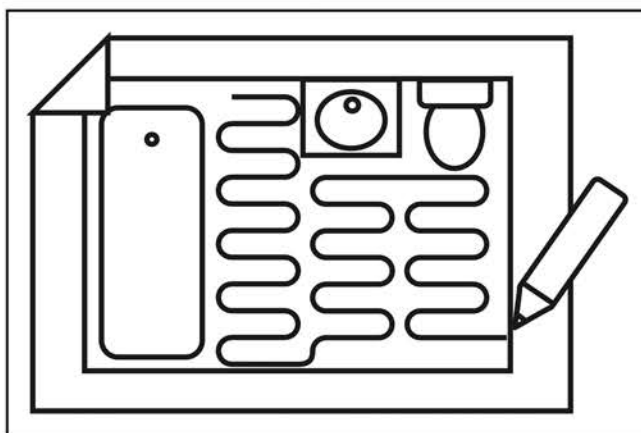

Рис. 2 – Составление плана укладки
3. Составить план раскладки мата, заполнив бланк схемы монтажа (рис. 2). Расстояние между нагревательным матом и стеной должно быть не менее 10 см. Расстояние между нагревательными приборами и матом должно быть не менее 30 см.